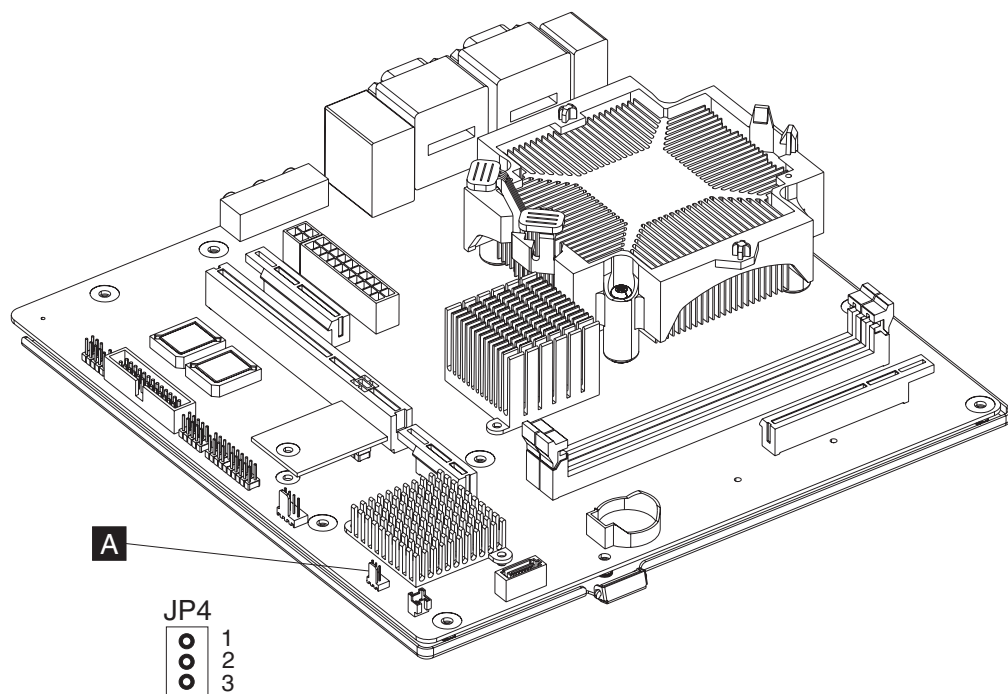
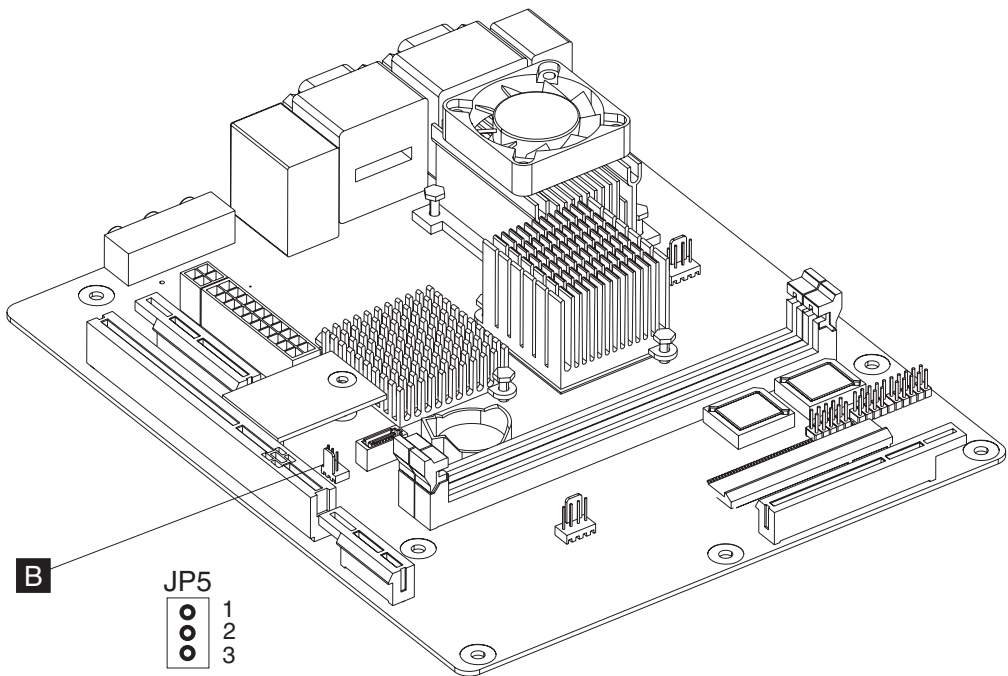

图 42. CMOS 跳线的位置 - 型号 743、C43、E43、783 和 E83
图 43. CMOS 跳线的位置 - 型号 723 和 E23
4. 请参阅图 42 中的 **A**，或第 60 页的图 43 中的 **B** 以找到系统板上的 CMOS 跳线。请参阅第 60 页的表 10 以找到用来清除 CMOS 设置的正确引脚和位置。